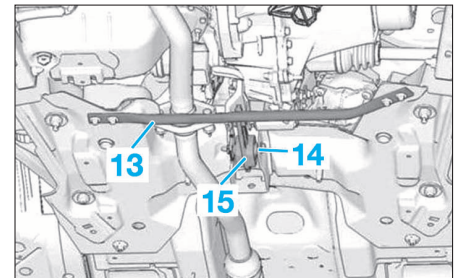

FIG. 5
- les vis de fixation du support de commande (10).
- la barre antirapprochement (13) (Fig.5).